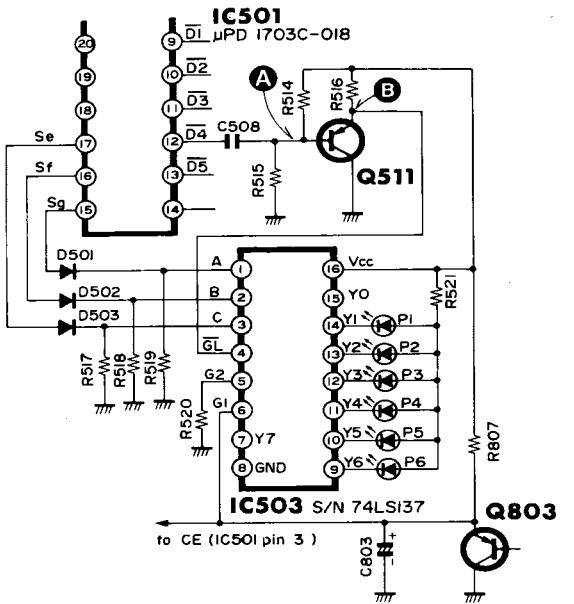

Fig. 7 Preset indicator lighting circuit
- **Preset indicator lighting circuit (Fig. 7)**
• Circuit d'éclairage du témoin de préréglage (Fig. 7)